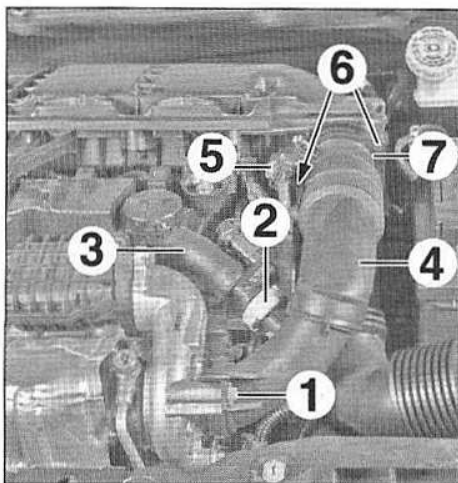

FIG.42
- Déposer la vis (1) (Fig.42).
- Ecarter le collier (2) puis désolidariser le reniflard d'huile (3) du conduit d'air (4).
- Déposer le conduit d'air (4).
- Débrancher le connecteur (5).
- les vis (6),
- le débitmètre (7).